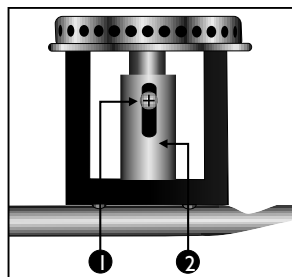

Figura 5
- El regulador de aire primario es un dispositivo, que permite controlar la cantidad de aire primario, que se mezcla con el gas antes de la combustión para lograr una buena combustión de la fuente de calor. (Ver figura 5)